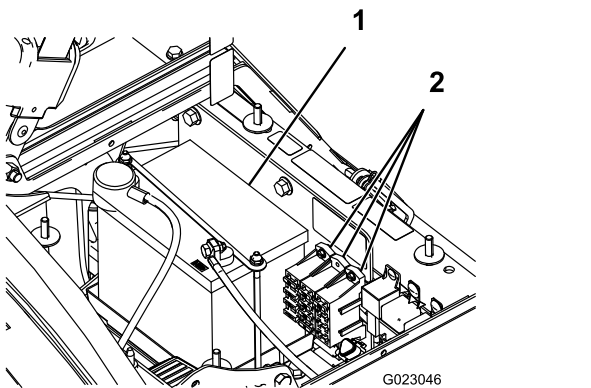

Figura 43
Vi sono due fusibili e uno slot vuoto nell'impianto elettrico, sotto il sedile (Figura 43).
2. La batteria è posizionata sul lato destro della macchina, dietro la pompa (Figura 43).
5. Togliete la cinghia della batteria e i dispositivi di fermo (Figura 43).
2. Montate la cinghia della batteria e fissatela con i dispositivi di fermo tolti in precedenza (Figura 43).
4. Montate il coperchio della batteria e fissatelo con le due manopole (Figura 43).
1. Allentate le manopole ai lati della cassetta della batteria e togliete il coperchio della batteria (Figura 43).